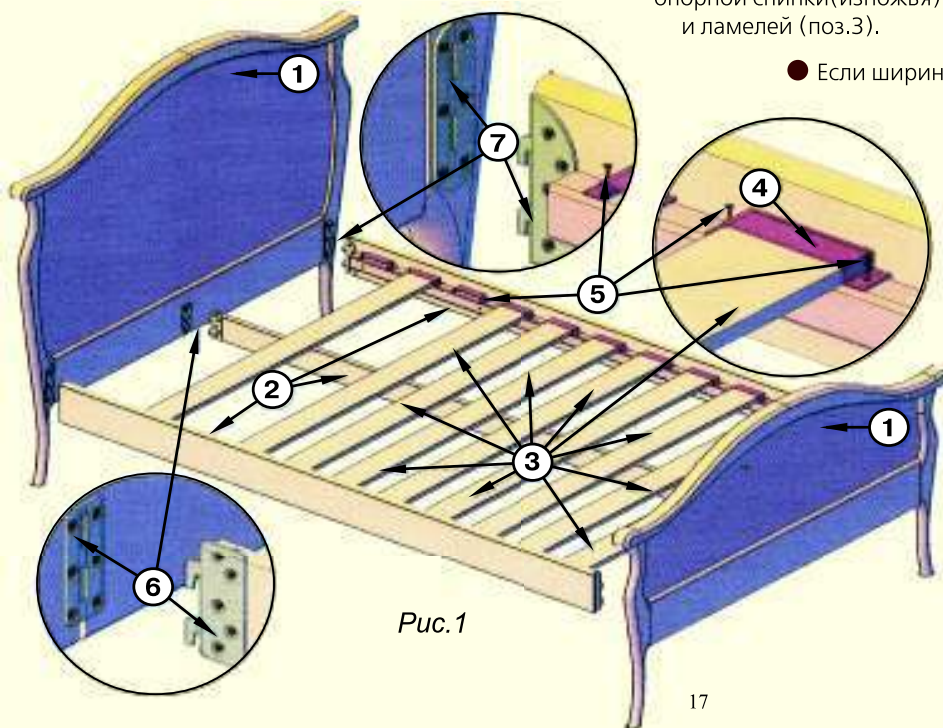

Рис.1
1. Для удобства рекомендуется собирать кровать вдвоем (рис.1).